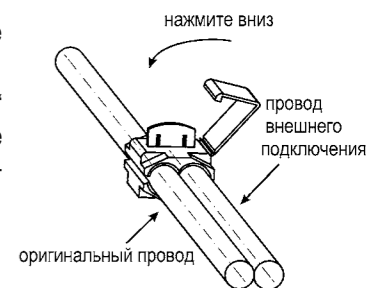

рис.10 Соединение проводов через зажим
4.2 Подключите сигналы "ДУТ" - датчик уровня топлива (розовый провод жгута БК) и "габаритные огни" (белый провод жгута БК) согласно электрической схеме подключения вашего автомобиля. Соединение проводов производится при помощи зажимов (рис.4). Схематичное соединения проводов через зажим показано на рис.10.